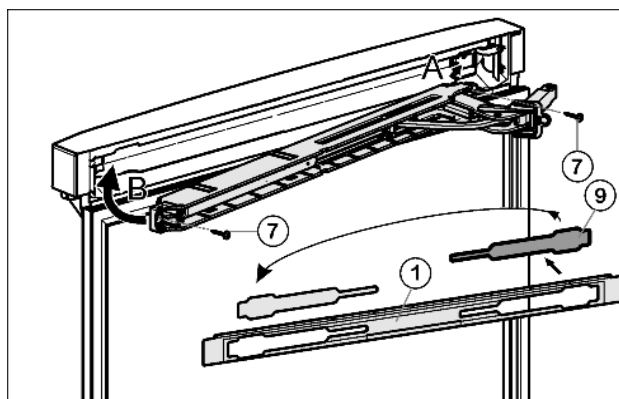

Fig. 19
- ▶ Освободите крышку Fig. 19 (9) из накладки Fig. 19 (1) и снова установите её на другой стороне.
- ▶ Зацепите (A) и поверните (B) верхний узел амортизатора закрывания дверцы шарниром на стороне шарнира.
- ▶ Прикрутите узел амортизатора закрывания двери. (2 шт. Torx 25) Fig. 19 (7)